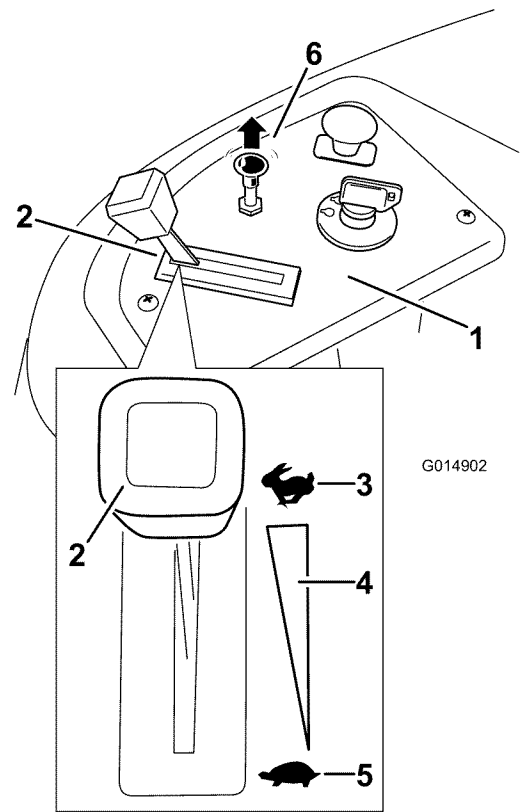

Figura 13
3. Si el motor está frío, tire hacia arriba del control del estarter (Figura 13).
2. Mueva la palanca del acelerador a la posición de Rápido (Figura 13).